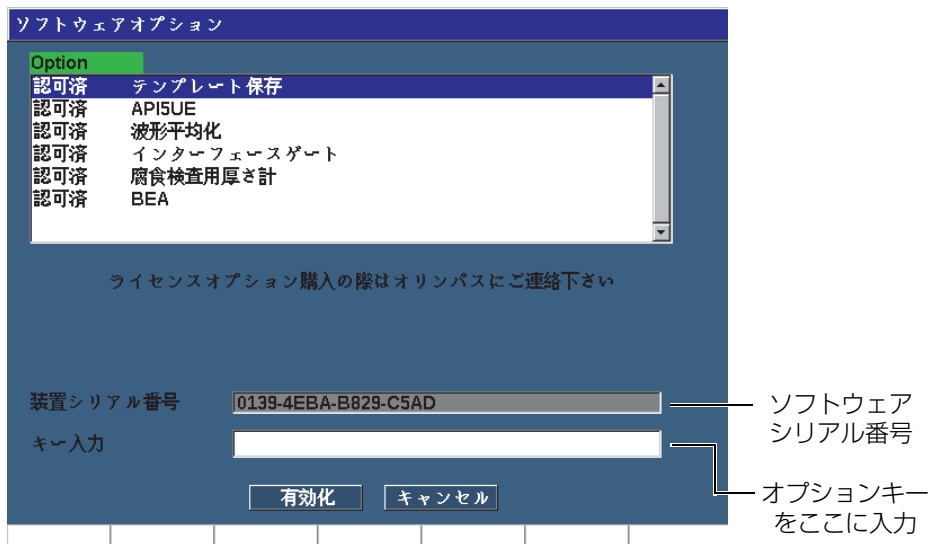

図 11-1 有効化コード入力ダイアログボックス
2. ソフトウェアオプション（P4 キー）を押し、ソフトウェアオプション設定ページを開きます（240 ページの図 11-1 参照）。
7. キー入力フィールドでアクティベーションコードを入力します（240 ページの図 11-1 参照）。